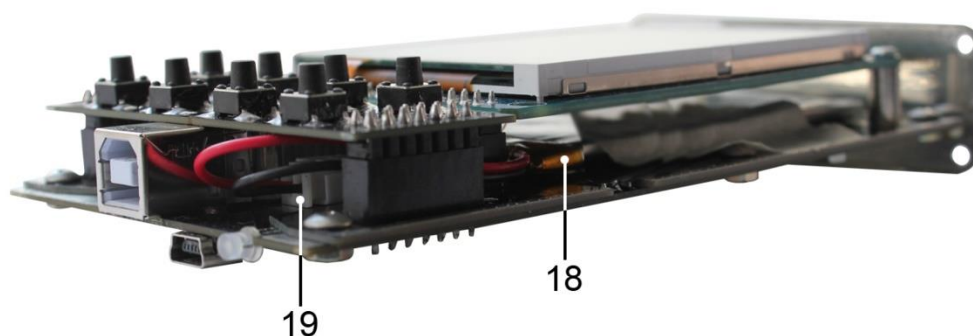

Рисунок 11.3 – Замена аккумулятора
11.3.6. Аккумулятор (18) находится на шасси под модулем экрана и закреплен двухсторонним скотчем. Осторожно отсоедините разъем (19) аккумулятора от разъема, который расположен на печатной плате, под модулем кнопок управления (Рисунок 11.3). Извлеките старый аккумулятор (18) и удалите старый двухсторонний скотч, которым он был прикреплен к шасси.